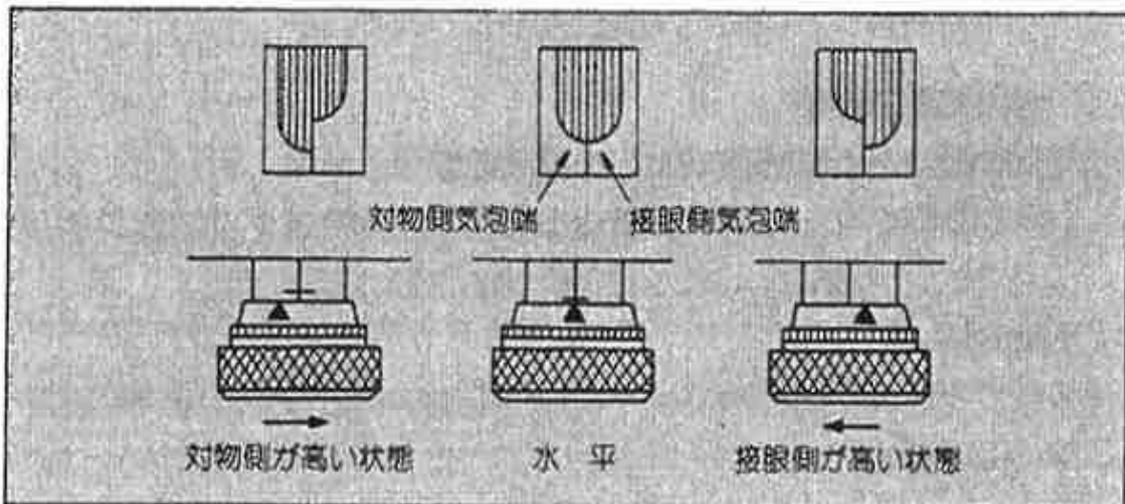

図5
⑥ $B_c - A_c < B_d - A_d$ (最初の読みの差 < 2回目の読みの差) ならば、 $AB = L$ 、 $AD = L'$ 、 $(B_d - A_d) - (B_c - A_c) = d$ とすれば B 標尺上の $B_e = B_d - d \left(\frac{L + L'}{L} \right)$ の点が水平位置の高さですから、D 点からこの B_e 点をのぞいて、高低微動ねじにより十字線中央点を B_e 点に合わせますと、視準線は水平になります。このとき気泡は当然移動しますから、(図5参照)、観測窓の気泡像の合致はくずれます。そこでプリズムをすべらせて、気泡像合致の調整をします。
● 調整には、収納箱内のねじ回しで、気泡合致修正ねじを回し、プリズムを気泡の中央に移動させます。このとき気泡観測窓の中の左右の気泡端が移動するのが見えますから、図5の中央図のように、両気泡端像が合致するまで行います。これで視準線と管形気泡管軸が平行に規正されたこととなります。この操作は一般の気泡管調整の方法と異なっていますので、ちよつと奇妙にも思われますが、合致規正後の使用の際は、高低微動ねじで、望遠鏡及び気泡管を一体として傾けて、気泡像合致の状態にすれば、規正の際の関係を再現して視準線は水平になるわけです。